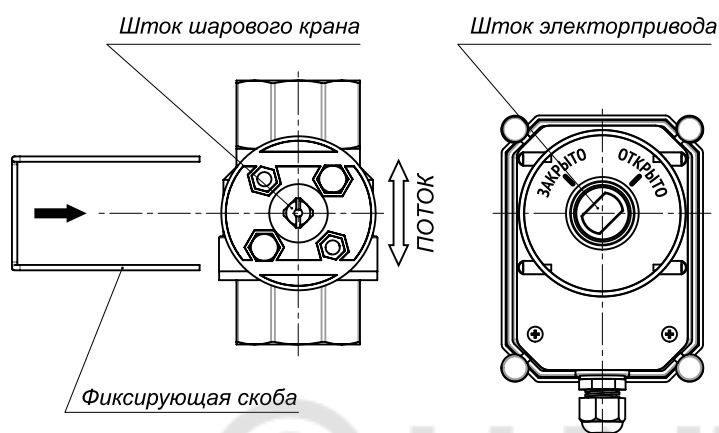

Рис. 1. Ориентация штока шарового крана и штока электропривода Professional BS FB.
- 1) Перед установкой быстроразъёмного соединения необходимо правильно сориентировать шток шарового крана и шток электропривода Professional BS FB. Кран должен находиться в открытом состоянии. Продольная риска на штоке шарового крана должна располагаться вдоль движения потока. Шток электропривода Professional FB должен находиться в положении «ОТКРЫТО» (рис. 1).